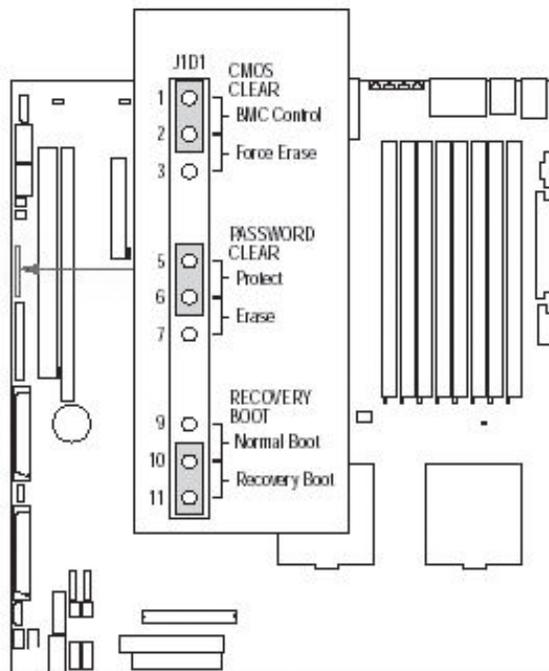

图 4-5 BIOS 恢复设置跳线
- 2、如图 4-5 所示将跳线帽从 9-10 脚移到 10-11 脚。